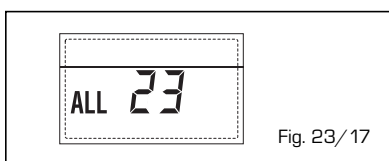

Fig. 23/17
- **ANOMALIA SONDA COLLETTORE SOLARE (S1) "ALL 24"** (fig. 23/18).